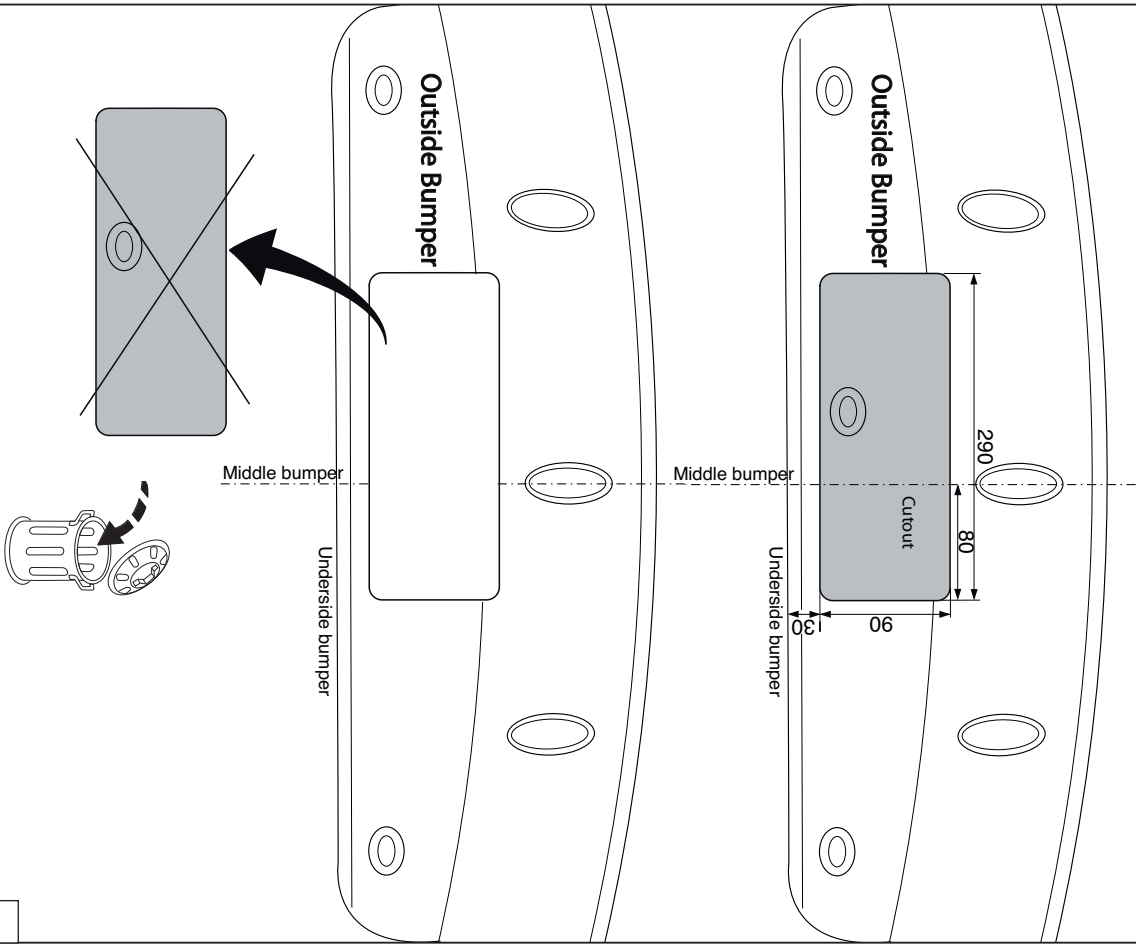

Fig.2
11. Выпилить обозначенные части, как указано на рис. 2 - 2с.